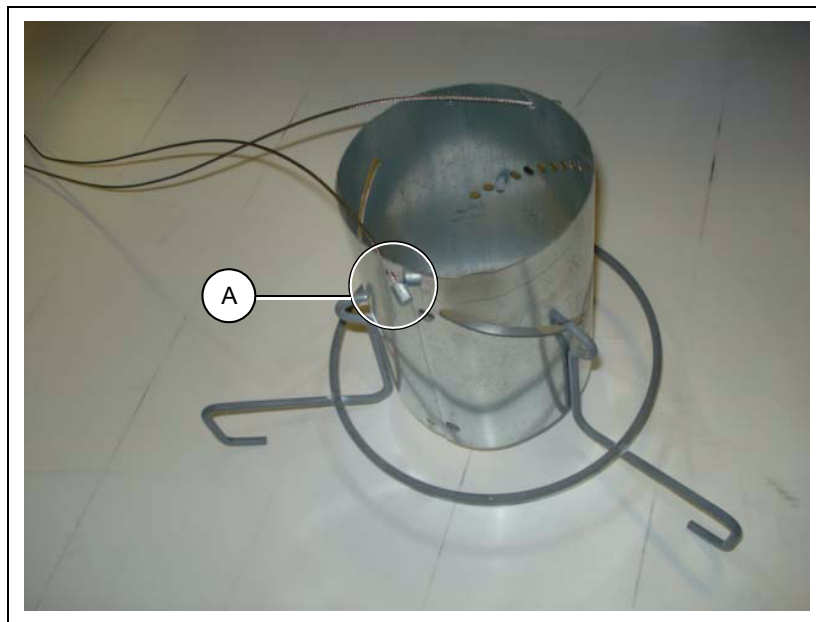

Рисунок 5U
1. Подсоедините тросы к уровню корма, как показано на Рисунок 5U, и убедитесь, что стопоры троса расположены снаружи уровня корма (A).